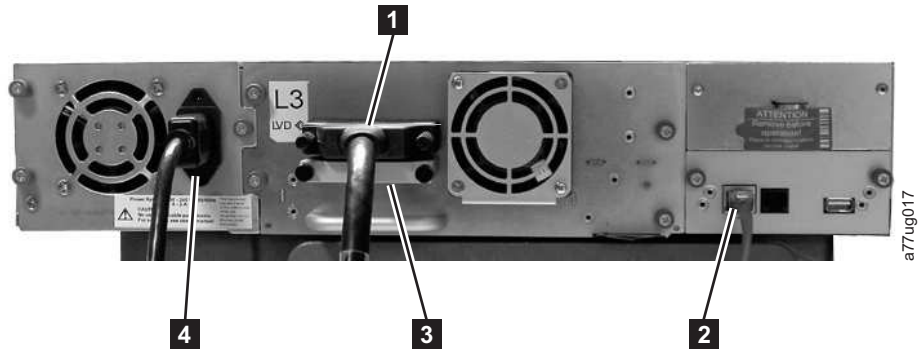
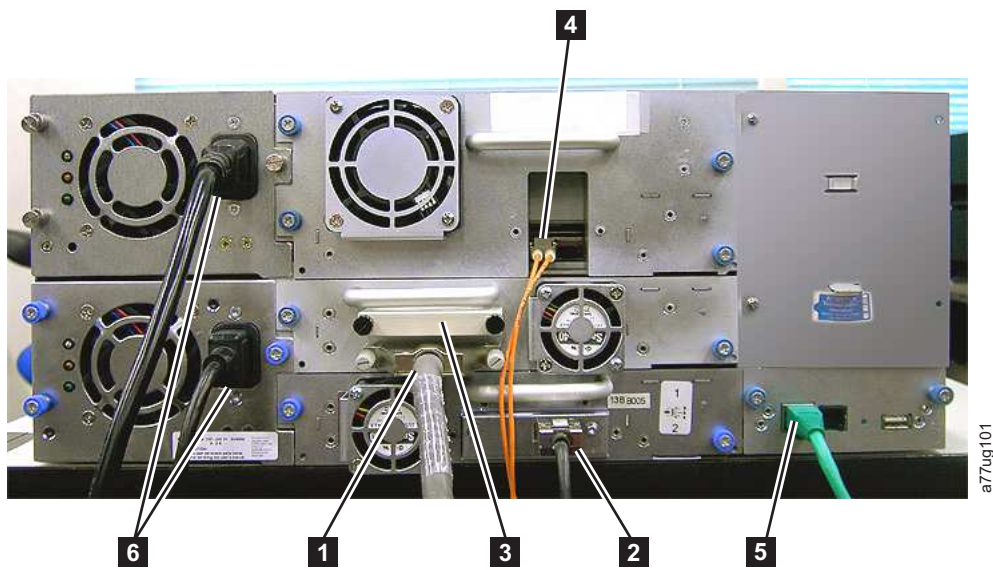
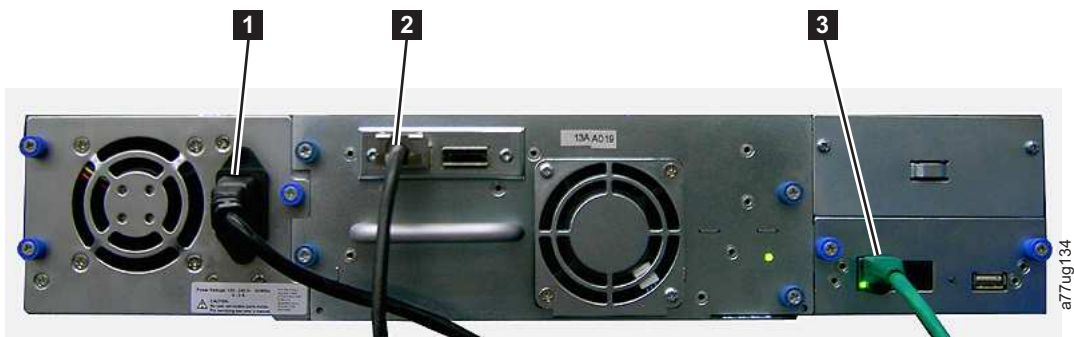

图 37. 将 SCSTI 主机接口电缆与 2U 磁带库相连
图 38. 将主机接口电缆与 4U 磁带库相连. 此图中所示配置仅作示例之用. 并非支持该配置。
图 39. 将 SAS 接口电缆与 2U 磁带库相连
2. 对于 SCSI 磁带库，请将主机接口电缆的一端与磁带库后面板上的某一接口相连（请参阅第 51 页的图 37 中的 **1**）。对于光纤通道磁带库，请将主机接口电缆的一端与磁带库后面板上的某一接口相连（请参阅第 51 页的图 38 中的 **4**）。对于串行连接 SCSI (SAS) 方式连接磁带库，将 SAS 的主机端电缆连接至 SAS HBA（请参阅第 51 页的图 39 中的 **2**）。全高磁带机具有两个 SAS 接口。半高磁带机只有一个 SAS 接口。不必端接未使用的 SAS 接口。
- 对于 SCSTI 磁带库, 请将主机接口电缆与 SCSTI 主机总线适配器上的接口或 SCSTI 总线上的上一个设备的接口相连。如果磁带库是 SCSTI 总线上的最后一个设备或仅有的设备, 那么将端接器 (图 37 中的
4. 将以太网电缆 (第 51 页的图 37 中的 **2**、第 51 页的图 38 中的 **5** 或第 51 页的图 39 中的 **3**) 插入磁带库后面板上的以太网端口。如果以太网连接直接与服务器或膝上型计算机相连, 那么可能需要一根自动跳线以太网电缆。